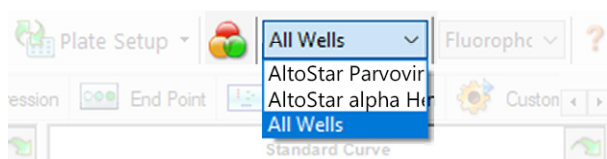

Figure 4: Bouton Well Group (Groupe de puits) et menu déroulant Well Group (Groupe de puits)
Dans la fenêtre Data Analysis (Analyse des données), veuillez à sélectionner le **Well Group** (Groupe de puits) du kit AltoStar® Parvovirus B19 PCR Kit 1.5. Pour cela, cliquez sur le menu déroulant **Well Group** (Groupe de puits) à droite en regard du bouton **Well Group** (Groupe de puits) (voir la figure 4) sur la barre d'outils. N'utilisez pas le **Well Group** (Groupe de puits) *All Wells* (Tous les puits). La sélection de la figure 4 est utilisée comme vue d'exemple général.
1. Dans la fenêtre Data Analysis (Analyse des données), veillez à sélectionner le **Well Group** (Groupe de puits) du kit AltoStar® Parvovirus B19 PCR Kit 1.5. Pour cela, cliquez sur le menu déroulant **Well Group** (Groupe de puits) à droite en regard du bouton **Well Group** (Groupe de puits) (voir la figure 4) sur la barre d'outils.
1. Dans la fenêtre Data Analysis (Analyse des données), veuillez à sélectionner le **Well Group** (Groupe de puits) du kit AltoStar®Parvovirus B19 PCR Kit 1.5. Pour cela, cliquez sur le menu déroulant **Well Group** (Groupe de puits) à droite en regard du bouton **Well Group** (Groupe de puits) (voir la figure 4) sur la barre d'outils.
1. Dans la fenêtre Data Analysis (Analyse des données), veuillez à sélectionner le **Well Group** (Groupe de puits) du kit AltoStar® Parvovirus B19 PCR Kit 1.5. Pour cela, cliquez sur le menu déroulant **Well Group** (Groupe de puits) à droite en regard du bouton **Well Group** (Groupe de puits) (voir la figure 4) sur la barre d'outils.